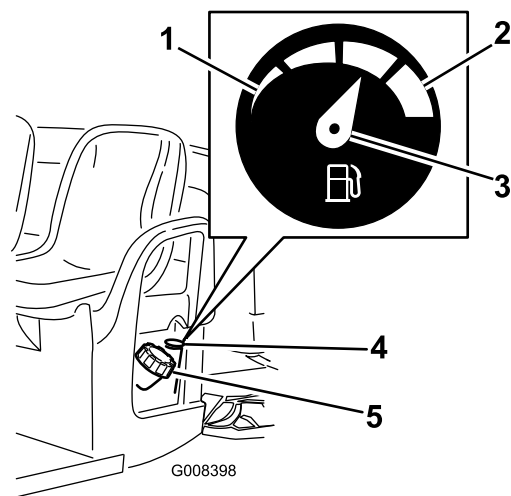

Figura 11
2. Rimuovete il tappo del serbatoio del carburante (Figura 11).